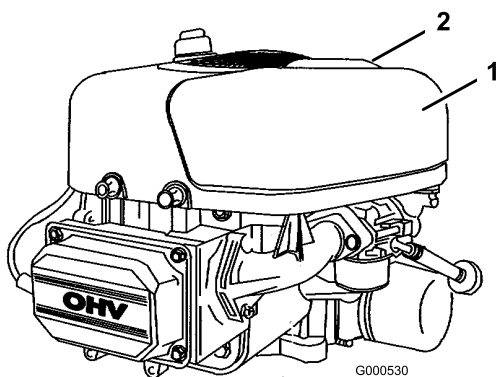

Figura 21
3. Pulite intorno al filtro dell'aria per evitare che la morchia possa penetrare nel motore provocando gravi danni. Alzate il manico del coperchio del filtro dell'aria e giratelo verso il motore (Figura 21). Togliete il coperchio del filtro dell'aria.